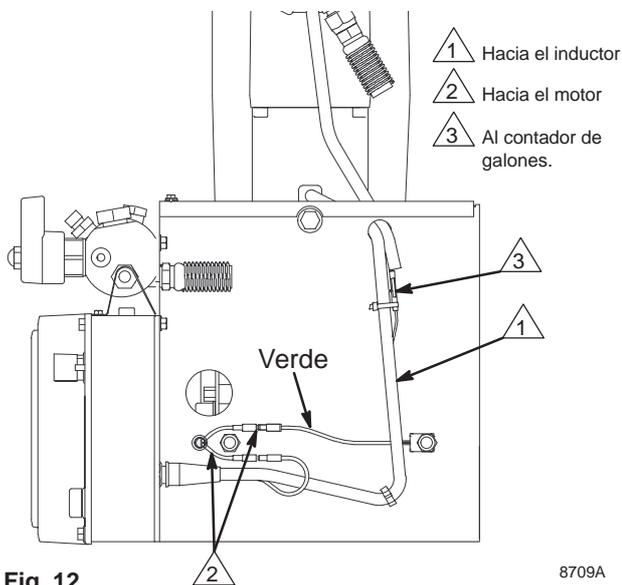

Fig. 12
2. Fig. 12. Desconecte todos los cables necesarios.
3. Fig. 12. Conecte todos los cables necesarios.